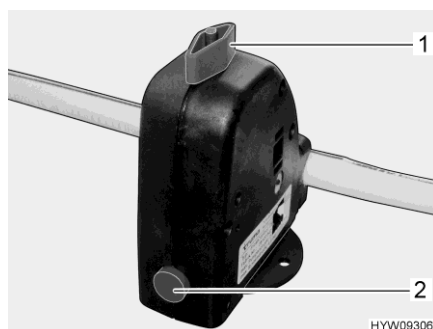

Fig. 156 Valve de sécurité et de vidange (chauffe-eau)
Le chauffe-eau est équipé d'une valve de sécurité et de vidange (Fig. 156). La valve de sécurité et de vidange empêche que l'eau ne gèle dans le chauffe-eau lorsque le chauffage n'est pas allumé en cas de gel.
- Fermer la valve de sécurité et de vidange. Tourner pour cela le bouton rotatif (Fig. 156,1) dans le sens transversal par rapport à la valve de sécurité et de vidange et enfoncer le bouton-poussoir (Fig. 156,2).
- Ouvrir la valve de sécurité et de vidange. Tourner le bouton rotatif (Fig. 156,1) dans le sens longitudinal par rapport à la valve de sécurité et de vidange. Le bouton-poussoir (Fig. 156,2) ressort. Le chauffe-eau est vidé à l'extérieur par le biais de la valve de sécurité et de vidange.